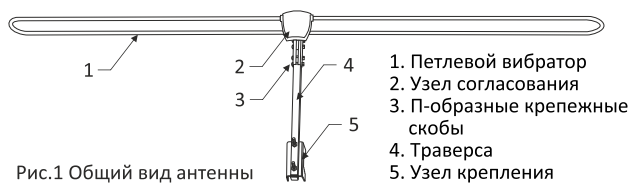

Рис.1 Общий вид антенны
Общий вид антенны приведен на рис.1 и 2. Антенна состоит из петлевого вибратора (1), узла согласования (2), П-образных крепежных скоб (3), траверсы (4) и узла крепления (5). Узел крепления образован зубчатой скобой и U-образной скобой с резьбой М6. На узле согласования имеется F-разъем (*) для подключения коаксиального кабеля типа RG-6/U с волновым сопротивлением 75Ом.